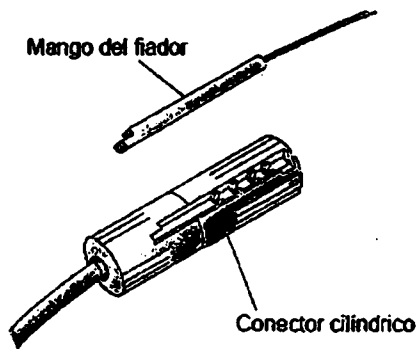

Figura 7. Introduzca el mango del fiador en el conector cilíndrico.
- Nota:** El mango sólo encaja en el conector cilíndrico en una posición (Figura 7).